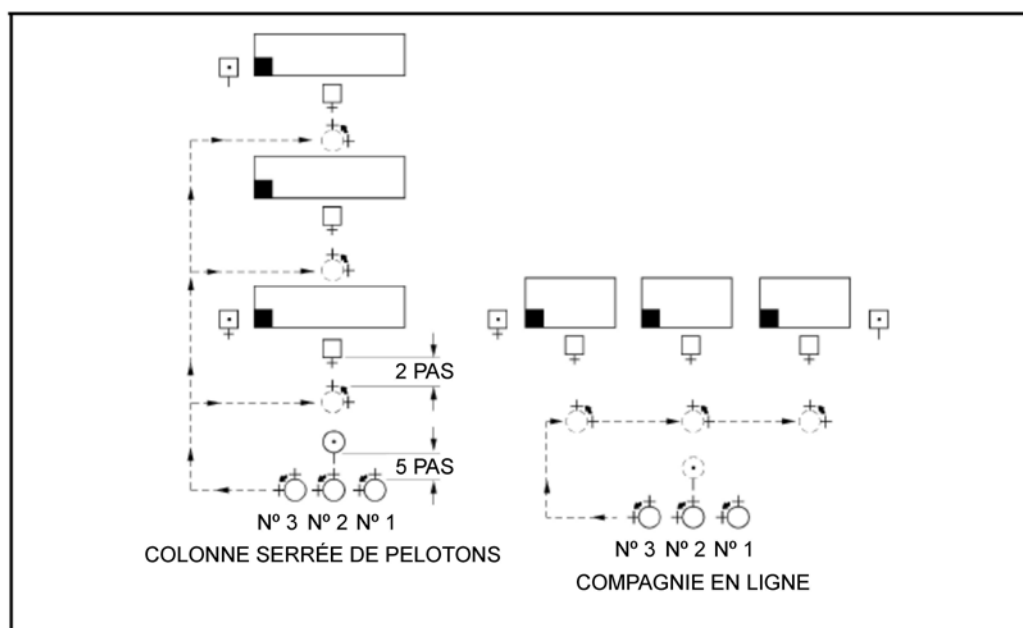

Figure 1 Lorsque les officiers rejoignent leur poste
3. Au commandement OFFICIERS RASSEMBLE—MENT, les commandants de sections se mettent au garde à vous aux côtés du commandant adjoint du rassemblement, tournent à gauche et marchent vers leurs escouades respectives en les approchant par le flanc avant droit (tel qu'illustré à la figure 1).
La figure 1 illustre les procédures de rassemblement lorsqu'un commandant de section et un sgt s participent à un rassemblement. Informer les cadets que si aucun commandant de section ne participe au rassemblement, le sgt s continue de commander la section.